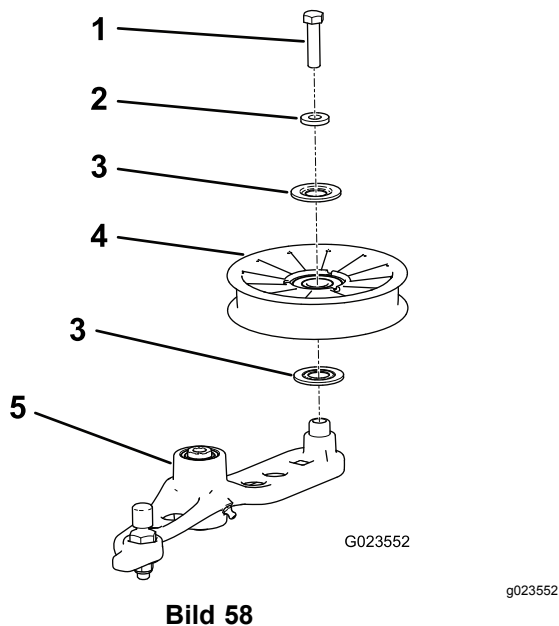

Bild 58
6. Entfernen Sie die Schraube, mit der die alte Spannscheibe am Spannarm befestigt ist, und befestigen Sie eine neue Spannscheibe (Bild 58).